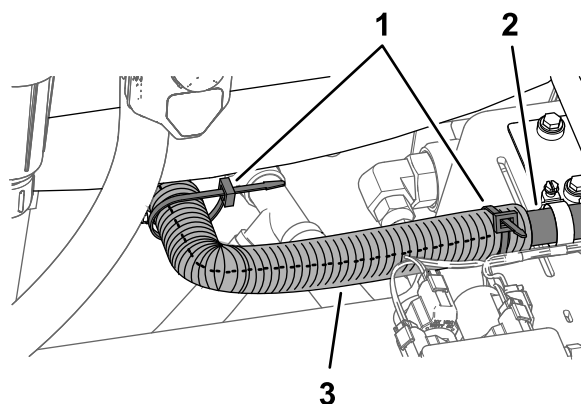

Figura 31
- Montate il tubo corrugato diviso sul flessibile di 43,3 cm tra il serbatoio di lavaggio e la pompa del serbatoio di lavaggio e fissate il tubo con 2 fascette per cavi (**Figura 31**).